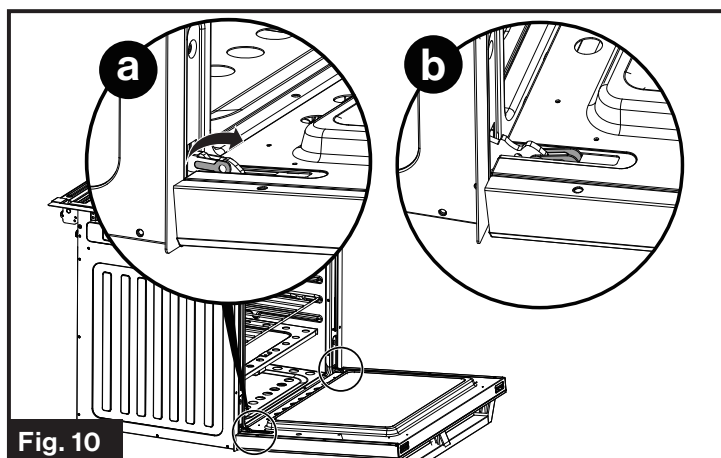

Fig. 10
3. Voltee las palancas de las bisagras (una a cada lado) hacia usted. (Fig. 10)